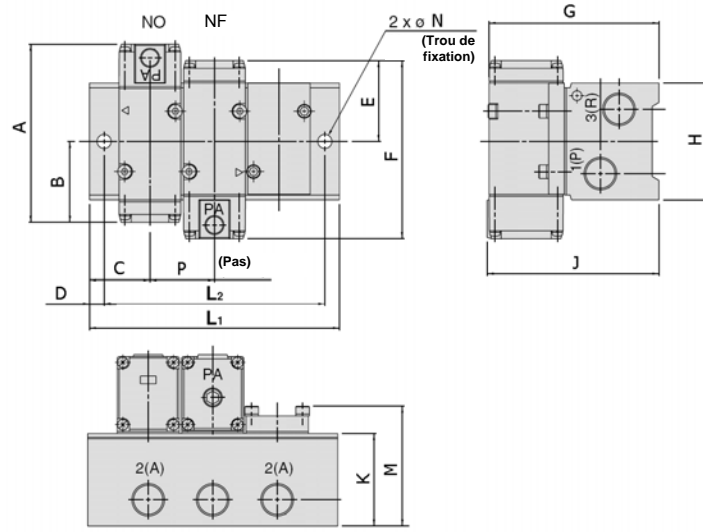
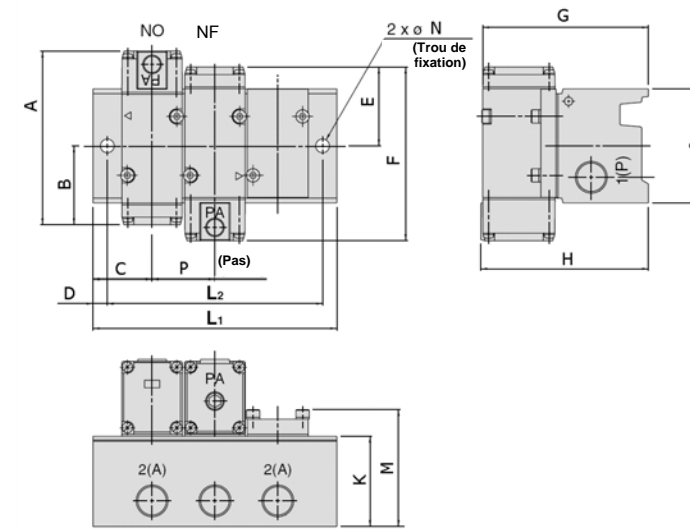

Figure 6
Figure 8
- Voir Figure 6 et Figure 8 pour les trous de fixation.